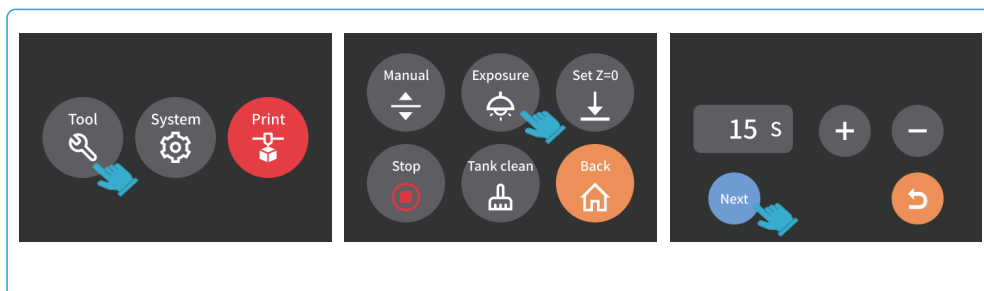

Abbildung 12
6. Entfernen Sie die Nivellierkarte und tippen Sie auf **Tool** → **Exposure** → **Next**, um das LCD-Display und die LED-Lichtquelle zu testen. Zeigt das LCD-Display **ELEGOO TECHNOLOGY www.elegoo.com** an, arbeitet der 3D-Drucker einwandfrei und die Nivellierung ist abgeschlossen (siehe Abb. 12).